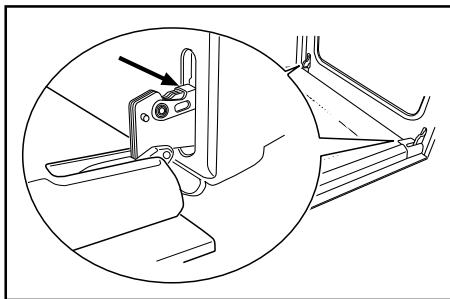

Abb. 7
- 2) gehen Sie zu den beiden Türscharnieren (Abb. 7);